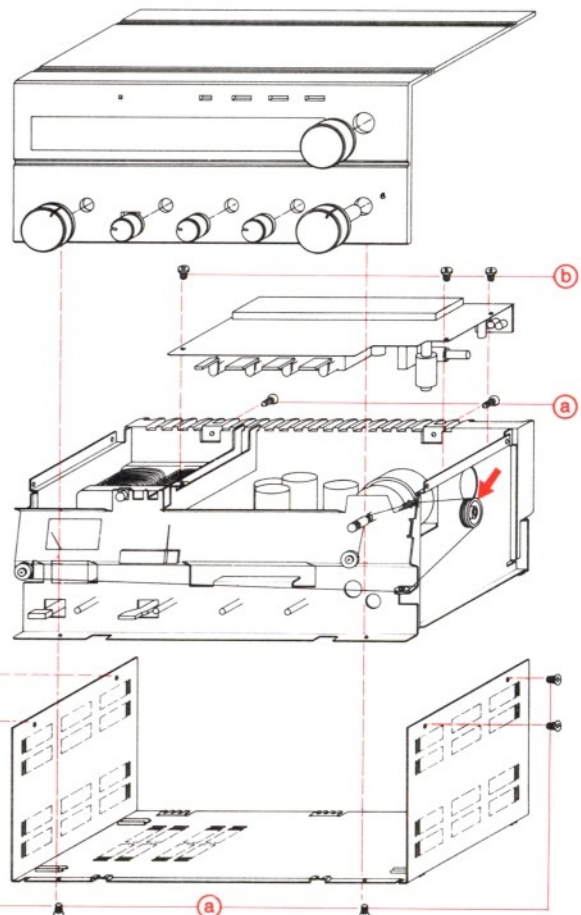

Fig.1
4. Glisser le châssis vers l'arrière et le retirer (Fig. 1).
Défaire les 3 vis (b) ; retirer la poulie, l'insérer dans l'encoche prévue à cet effet (voir la flèche) et soulever le circuit imprimé (Fig. 1).